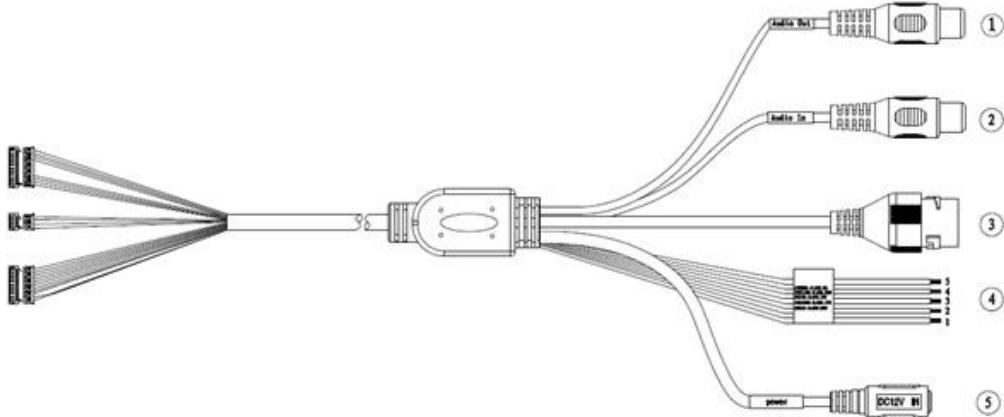

Рисунок 3
- 4.3 Протяните соединительные провода через кронштейн и подключите в соответствии со схемой внешних подключений (рис.3) и соблюдением полярности. Неверное соединение может привести к повреждению и/или неправильному функционированию оборудования.